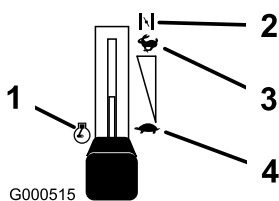

Figure 9
- Lorsque le moteur a démarré, amenez progressivement la manette d'accélérateur en position de haut régime (Figure 9). Si le moteur cale ou hésite, ramenez la manette d'accélérateur en position Starter pendant quelques secondes. Réglez ensuite la manette d'accélérateur à la position voulue. Répétez l'opération si nécessaire.
- Placez la manette d'accélérateur en position de ralenti (Figure 9).